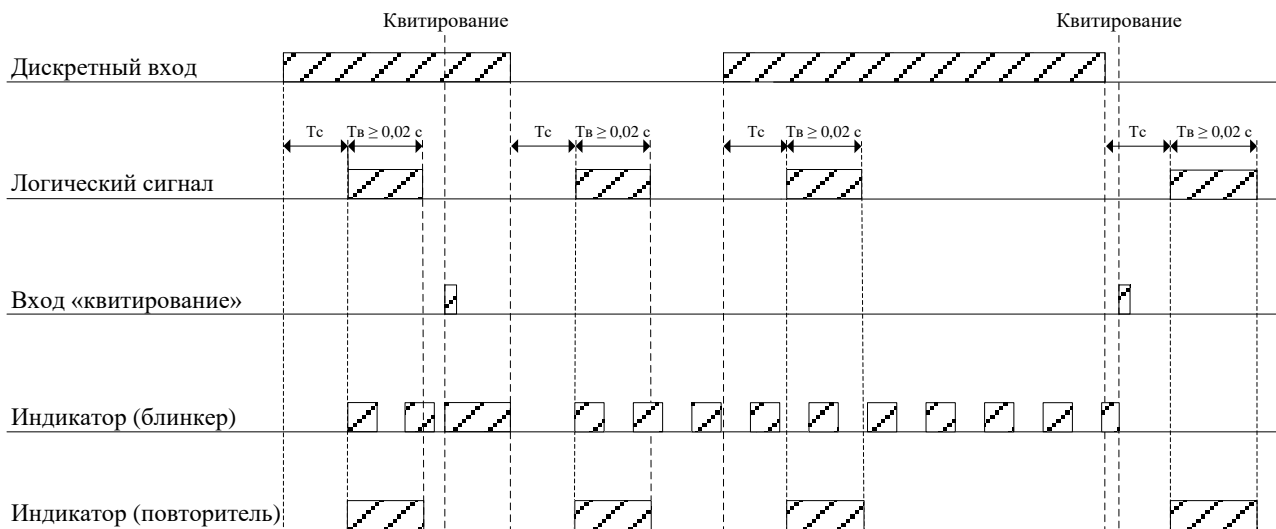

Рисунок 1.10 – Тип сигнала «СМЕНА» и его квитирование
- импульсный с фиксацией на фронте или спаде импульса «СМЕНА» (рисунок 1.10);